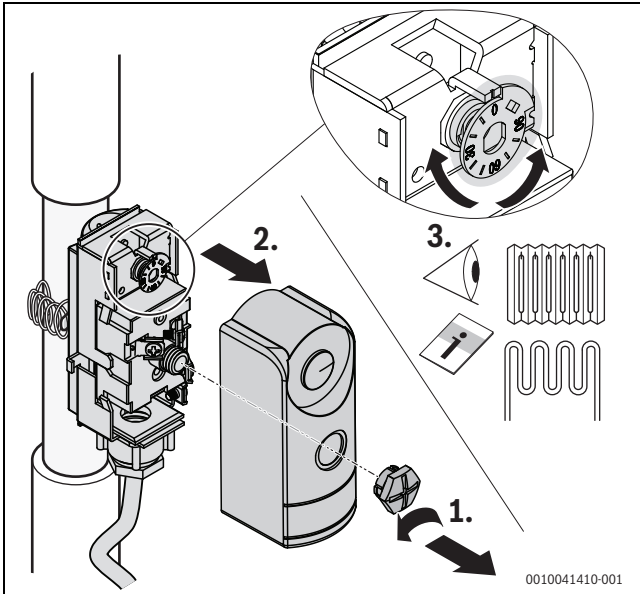

Bild 19 Temperatur einstellen
- ▶ Arretierschraube entfernen und Abdeckung des Temperaturwächters abnehmen (→ Bild 19).
- ▶ Abschalttemperatur an der Skala des Temperaturwächters entsprechend der Auslegung und Verträglichkeit der Heizungsanlage einstellen (→ Bild 19). Auf geeignete Temperatur für den Fußbodenbelag achten.